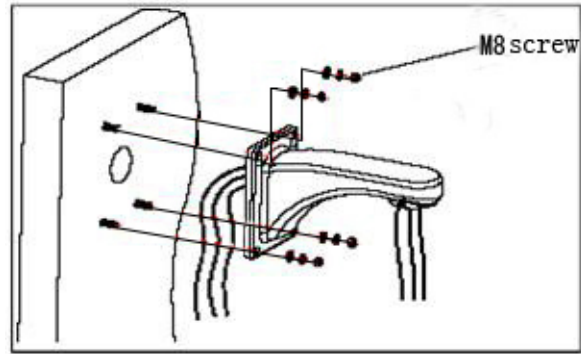

Fig. 3
b. Come mostrato in Fig. 3, passare i fili e cavi attraverso la staffa prima di fissarla a muro.